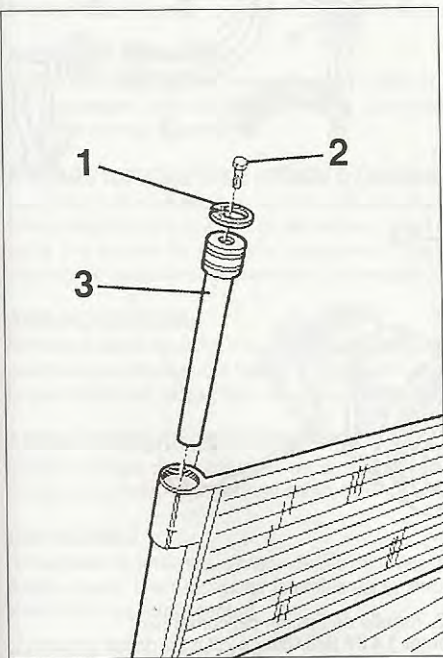

FIG. 29
- Desmontar el anillo de seguridad (1) (fig. 29).
- Extraer el cartucho (3) apretando un tornillo (M5) (2) en el sitio previsto sobre el tapón.